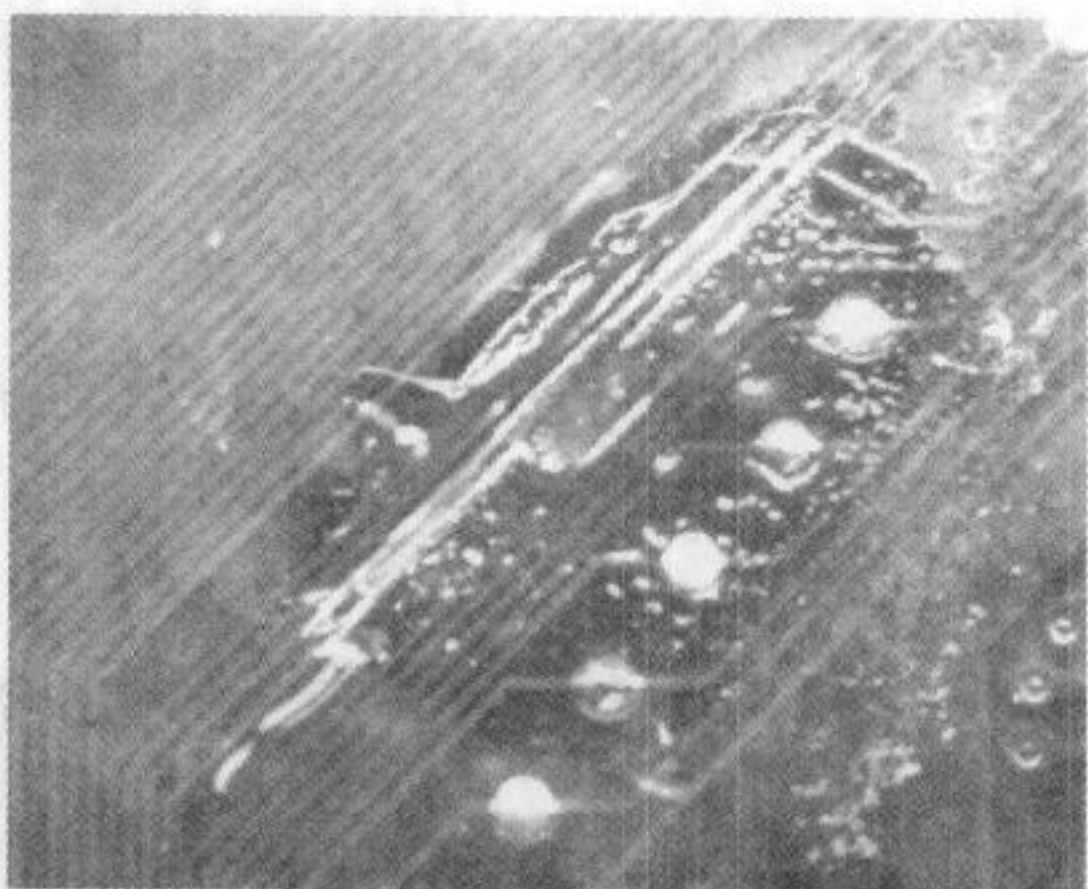

图 4-5 给铜线上锡
(2) 在铜皮上涂上焊膏并且使用烙铁在铜线上面进行加锡。由于金属是可以沾锡的。所以铜线如果加上锡的话表面就会变成银白色, 如图 4-5 所示。